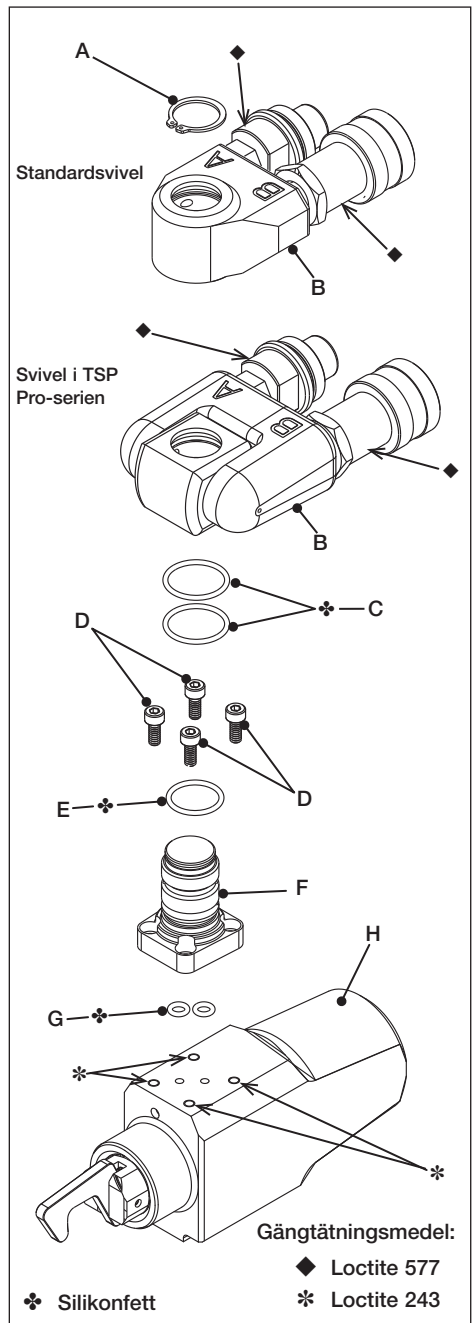

Fig. 14
5.3 Fullständigt underhåll – Hydraulisk svivel och drivenhet (Fig. 14, 15 och 17)
Se Fig. 14 och 17 för svivelkomponenter.